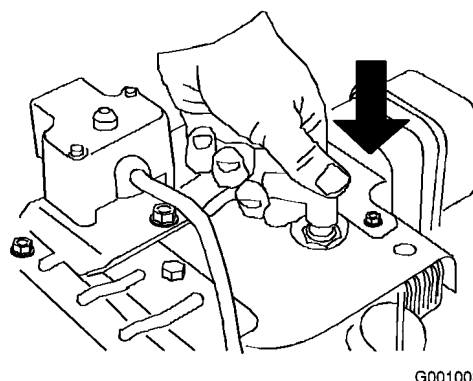

Figura 18
1. Collegate il cavo della candela (Figura 18).